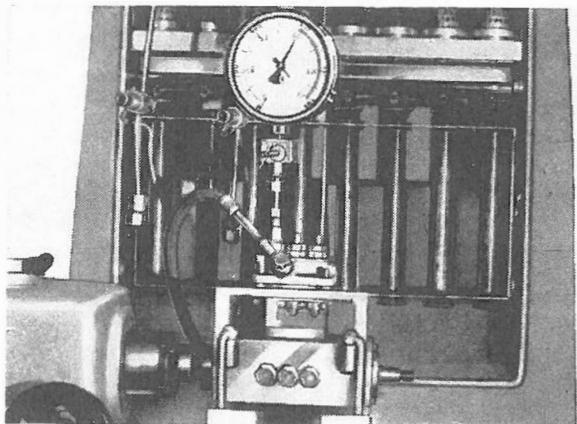

Fig. 42
- Collegare un raccordo di mandata ad un manometro da 600 kg./cm² con valvola di sicurezza (Fig. 42).
- a. Connect a delivery connection to a 600 Kg/sq cm pressure gauge provided with a safety valve (Fig. 42).
- Relier un raccord de refoulement à un manomètre de 600 kg/cm² avec soupape de sûreté (fig. 42).